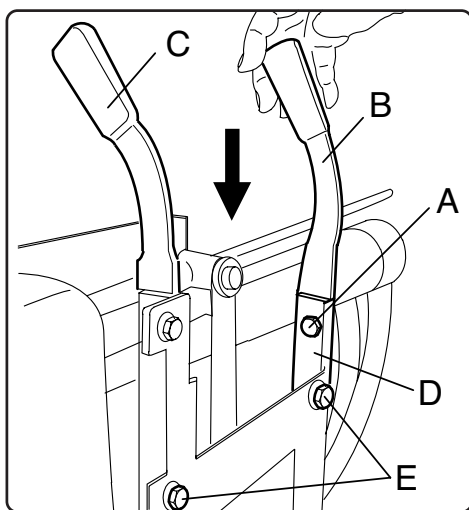

Fig. 4
Le leve comando e la relativa protezione vanno montate come indicato in Fig. 4 e 5 procedendo come segue:
- Infilare le leve comando in dotazione C e B, nel senso indicato dalla freccia, sui piatti di supporto D come in Fig. 4.